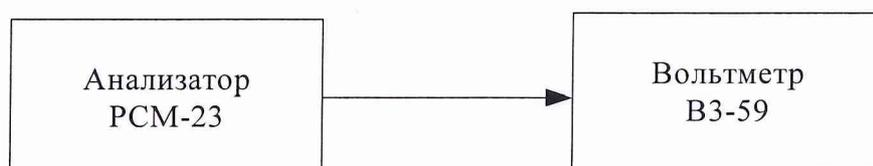

Рис.8.5
8.3.5.1. Проверка основной погрешности осуществляется методом непосредственного отсчета показаний на выходе генератора вольтметром ВЗ-59 (рис.8.5).